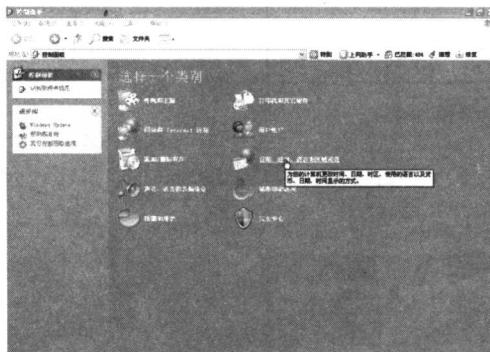

图 1-1 控制面板
■ 步骤 1：由于该软件安装需要设置 Windows 2000、Windows XP 的默认语言为英语，在安装本软件以前，需要对系统的语言设置进行更改。打开系统的控制面板，在控制面板中单击“日期、时间、语言和区域设置”选项，如图 1-1 所示。